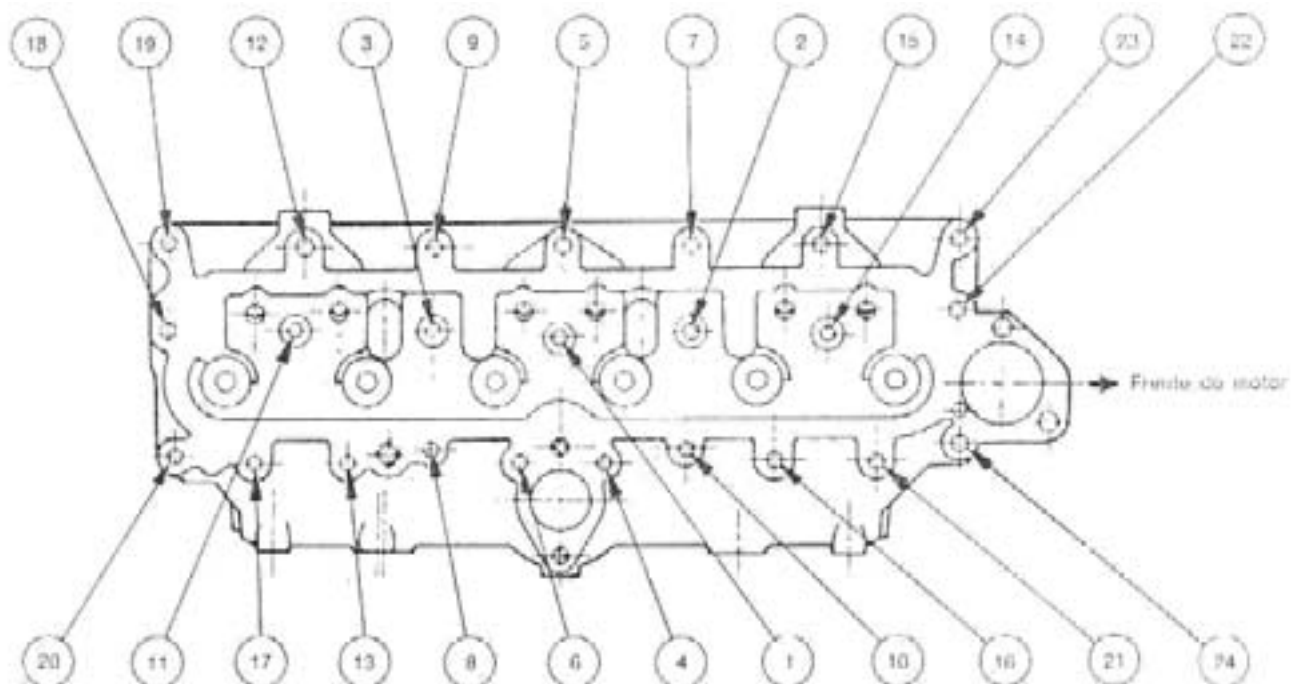

fig. 7 — sequência de aperto dos parafusos do cabeçote
3. Instalar a nova junta com a marca do fabricante voltada para cima, centralizando-a por meio de 2 pinos-guia instalados nas posições 18 e 22 (fig. 7).
6. Apertar os parafusos com o torque especificado (65-70 lbs. pé), na seqüência de aperto mostrada na fig. 7.